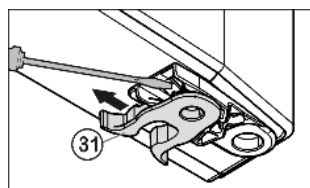

Fig. 6
- ▶ Veerklem *Fig. 6 (31)* verplaatsen: Sluitnok omlaag drukken, veerklem eroverheen eraf trekken.